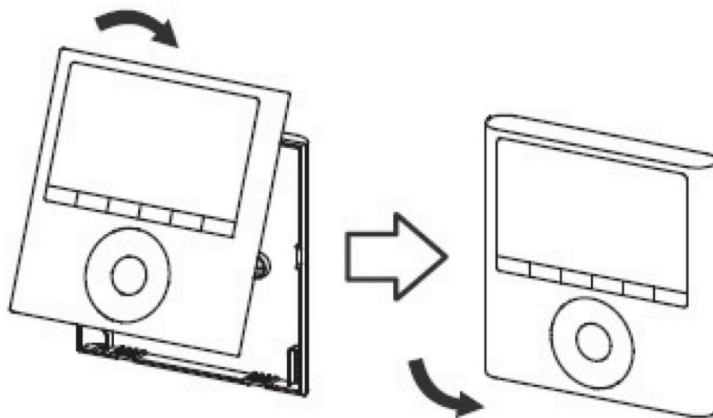

Fig. 3.9
- Al ajustar y montar la parte superior, evitar sujetar el cableado durante la instalación. (Fig 3-9)